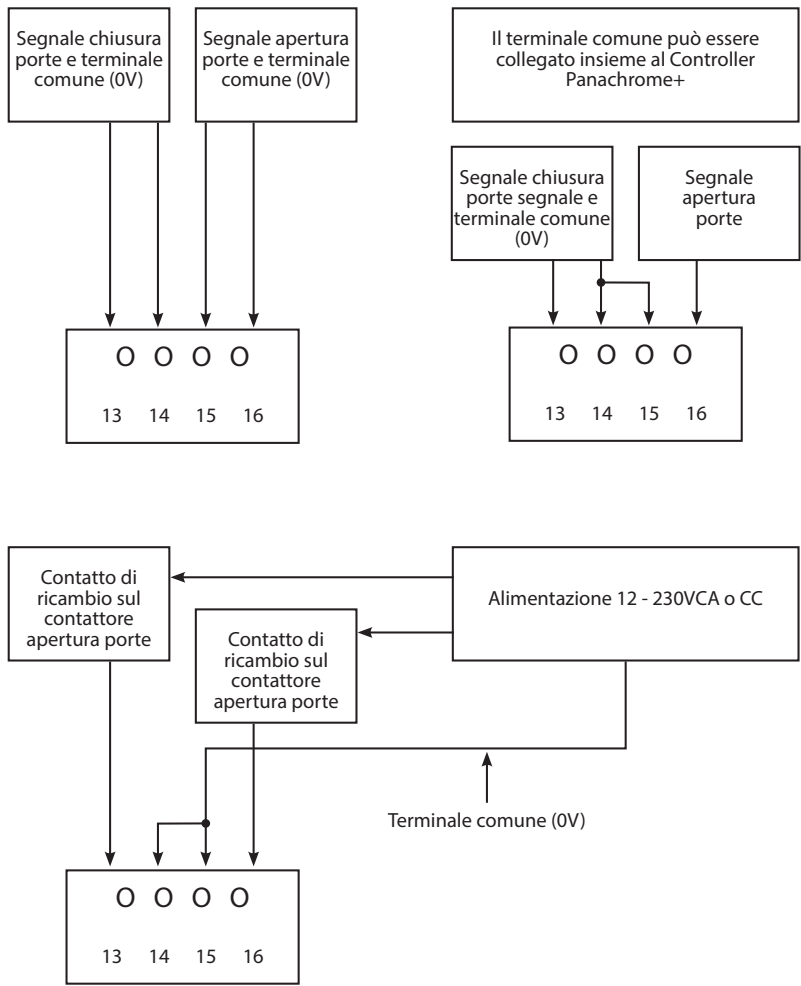

Fig. 5: Installazione
7. Gli indicatori verde e rosso vengono azionati dal software ma, se necessario, possono essere utilizzati segnali esterni (cfr. Tabella 1 e Fig. 5).